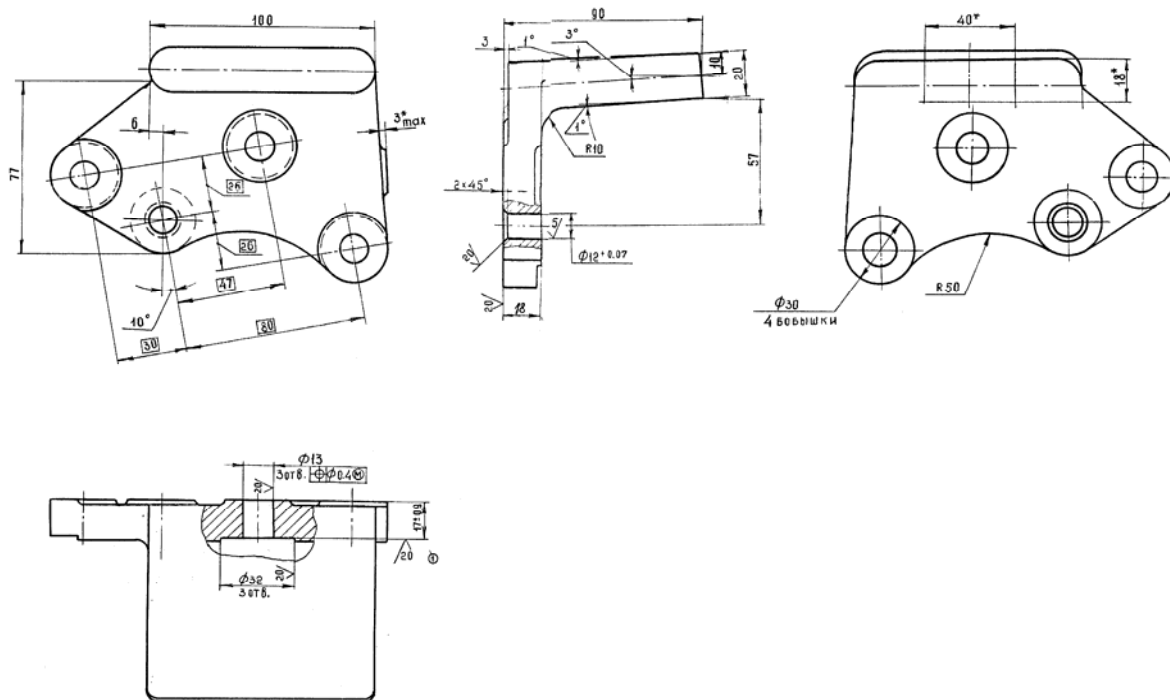

Рисунок 1. Кронштейн.
2.6. Приобрести кронштейн крепления коробки передач 54323-1715012 (кронштейн изготавливался на РУП «МАЗ») передач или изготовить самостоятельно выдерживая крепёжные и габаритные размеры (см. рисунок 1) и установить его на задний торец демультипликатора.